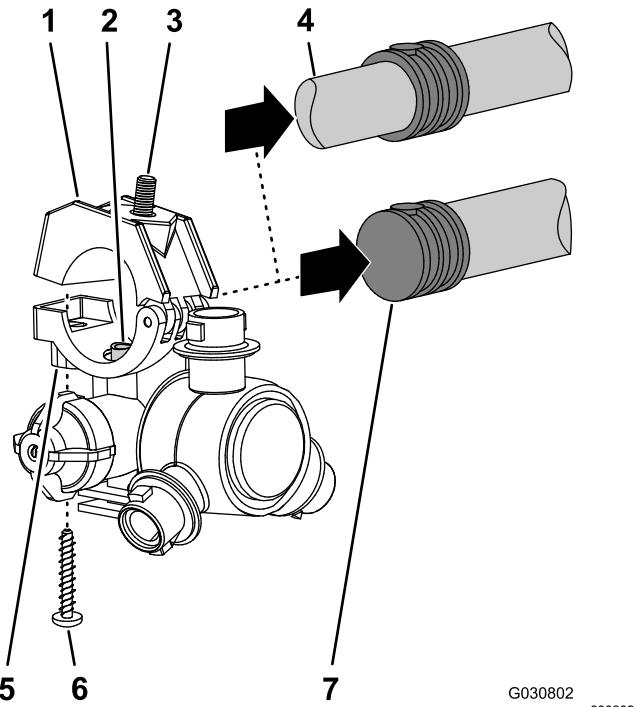

Рисунок 119
- У 8 распылительных сопел, снятых при выполнении пункта 1, отверните винты из нержавеющей стали (№ 12 x 1-1/4 дюйма), которые крепят верхние половины зажимов и хвостовики двухсторонних или односторонних штуцеров типа «елочка» (3/4 дюйма) к корпусу каждого распылительного сопла, и снимите хвостовики штуцеров типа «елочка» (Рисунок 119).